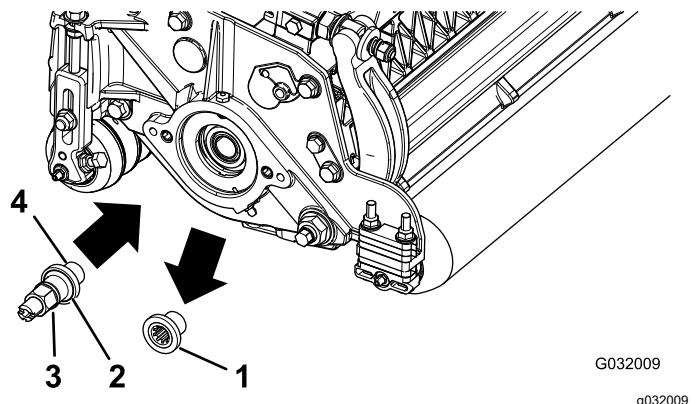

図2
6. カッティングユニットについている後ローラブラシ駆動部用のねじ山付きインサート図1を外して捨てる図2。
8. 駆動シャフトのねじ山図2にロックコンパウンドを塗り、駆動シャフトを取り付けてトルク締めする $115\,128\text{N}\cdot\text{m}$ 12-13kg.m = 8595ft-lb。